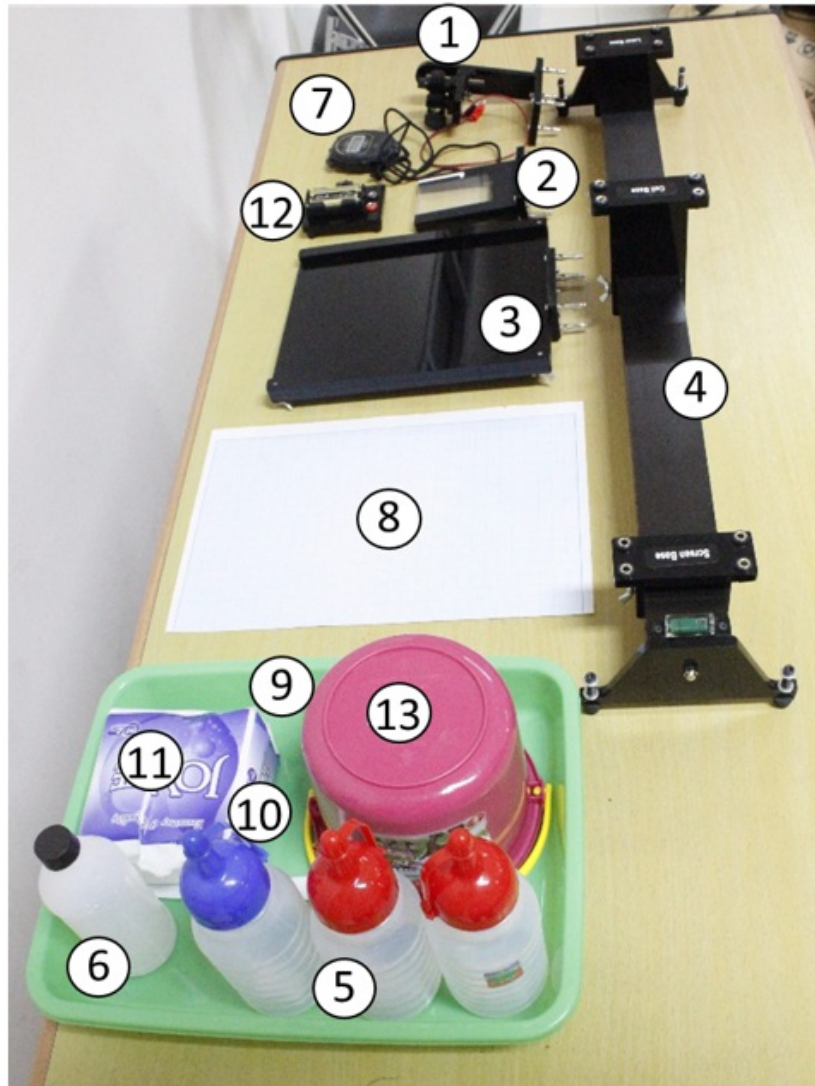

Abbildung 1. Geräte und Materialien für das Experiment.
- Um die gebrochene Laserlinie, wie in Abbildung 2 gezeigt, auf dem Schirm darzustellen, müssen die Komponenten aus Abbildung 1 gemäß Abbildung 2 (a) aufgebaut werden.